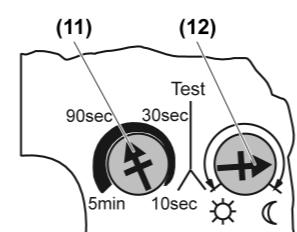

Figure 5: Régler la durée de commutation et le seuil de luminosité
Sur la face arrière de la partie supérieure du boîtier, le détecteur de mouvement est équipé d'un sélecteur pour la durée de commutation (11) et le seuil de luminosité (12) (figure 5).
- Régler la durée de commutation souhaitée à l'aide du sélecteur (11).
- Régler le seuil de luminosité souhaité à l'aide du sélecteur (12) ; le symbole ☀ représentant le mode jour, c'est-à-dire une commutation indépendante de la luminosité et le symbole ☀ représentant la luminosité minimale.
- Si l'appareil doit commuter au début du crépuscule, régler le sélecteur (12) comme indiqué dans (figure 5).